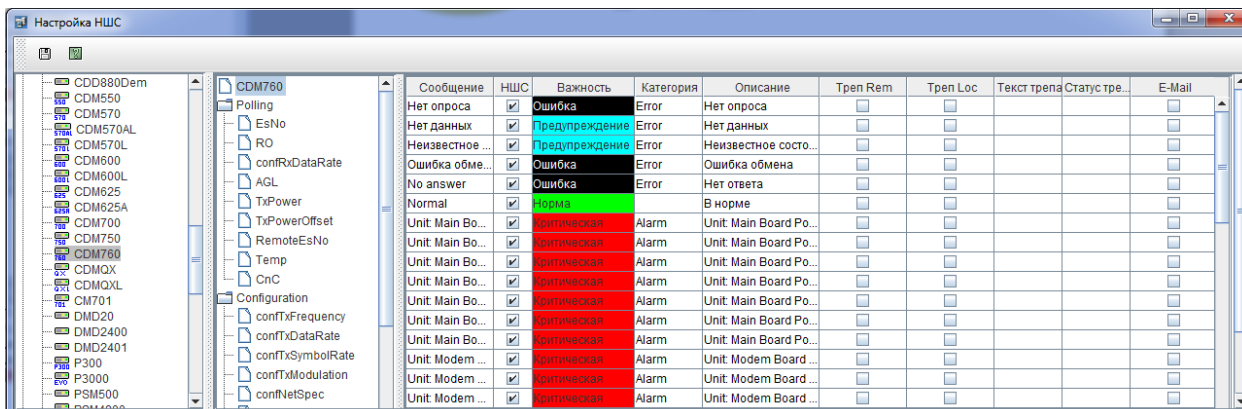

Рисунок 12 - Окно настройки НШС.
- В открывшейся форме настроить НШС (см. рис. 12).